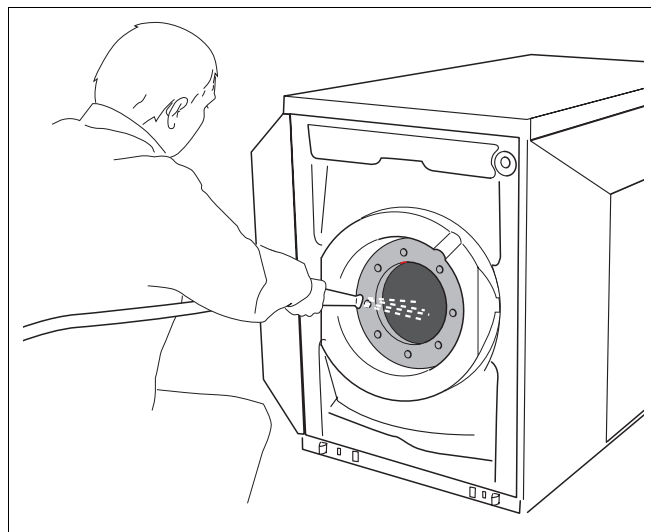

Fig. 16 Rincer le préparateur
- Rincez l'intérieur du préparateur avec un jet d'eau froide "puissant" (surpression env. 4–5 bar) (fig. 16).